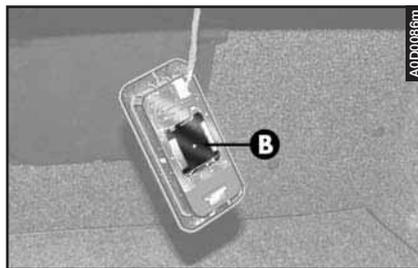

fig. 81
– Sollevare lo schermo di protezione **(B-fig. 81)**.